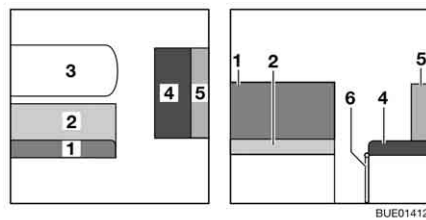
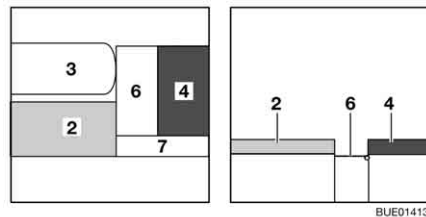
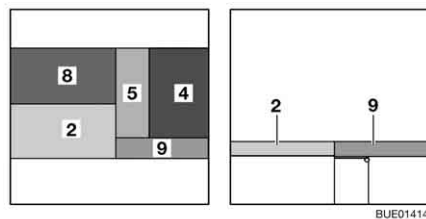

Fig. 103 Prima della trasformazione
Fig. 104 Durante la trasformazione
Fig. 105 Dopo la trasformazione
- Trasformare il tavolo (Fig. 103,3) in struttura di supporto letto (vedi paragrafo 6.11).
- Aprire la prolunga del cassone letto (Fig. 103,6).
- Agganciare l'allargamento letto (Fig. 104,7) al cassone letto e alla relativa prolunga.
- Rimuovere il cuscino dello schienale (Fig. 103,1) e riporlo.
- Rimuovere il cuscino dello schienale (Fig. 103,5) e posizionarlo sulla prolunga del cassone letto (Fig. 104,6).
- Posizionare il cuscino aggiuntivo (Fig. 105,8) sul tavolo.
- Posizionare il cuscino aggiuntivo (Fig. 105,9) sull'allargamento letto (Fig. 104,7).